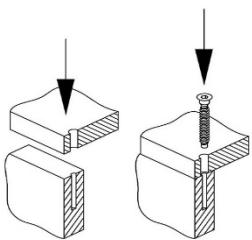
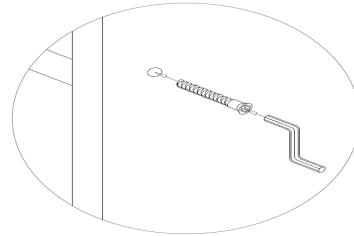

Рис. 5 –Установка винтов-конфирматов
Рис. 6 – Соединение винтом-конфирматом
-Сперва соедините перегородку (4) с нижним щитом (2) вставив конфирматы в сквозные отверстия Ø8 мм пласти нижнего щита (2), (рис.5), закрутыв их ключом для конфирматов, (Рис.6). Таким же способом перегородку (4) соедините с крышкой (1).
**ВНИМАТЕЛЬНО СМОТРЕТЬ ПЕРЕЧЕНЬ ФУРНИТУРЫ И СХЕМУ СБОРКИ!** Прикрепить петли (a,b) согласно схемы сборки на двери (5) шурупами-саморезами 3,5x16 и платы петель (a,b) шурупами-саморезами 4x16 на боковые стенки (3) и перегородку (4) изнутри шкафа (Рис.5). Навесить двери, закрепив петли на пластиах. Отрегулировать крепление дверей по зазорам.